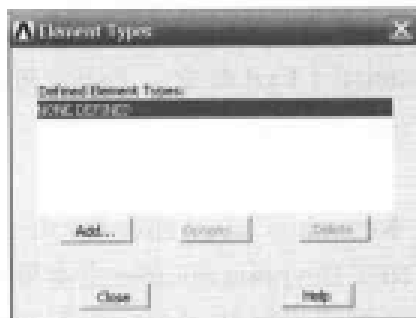

图 9-5 设置单元类型对话框
(1) 选择 Main Menu | Preprocessor | Element Type | Add/Edit/Delete 命令, 出现 Element Types 对话框, 如图 9-5 所示, 单击 Add 按钮, 出现 Library of Element Types 对话框。